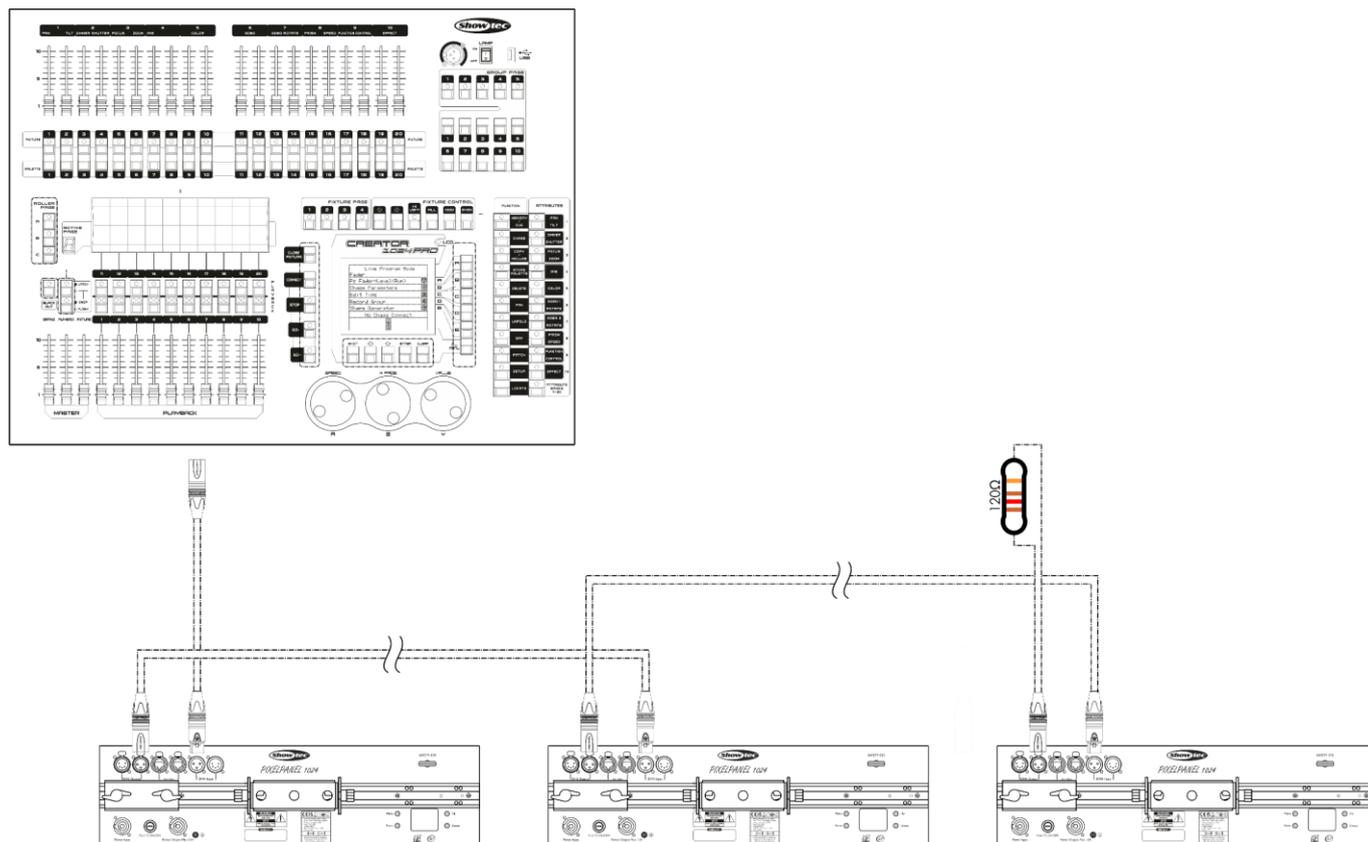

Fig. 07
- 03) Ripetere il passaggio 2 per collegare tutti i dispositivi in un collegamento a margherita come indicato nella Fig. 07.